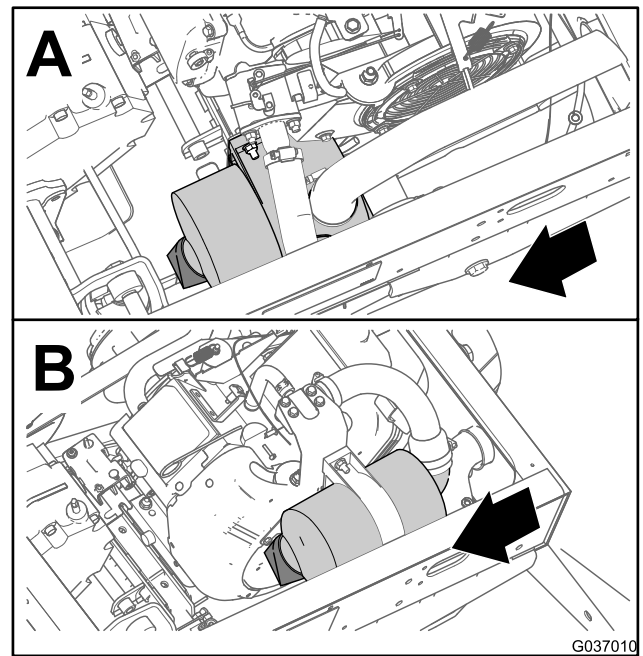
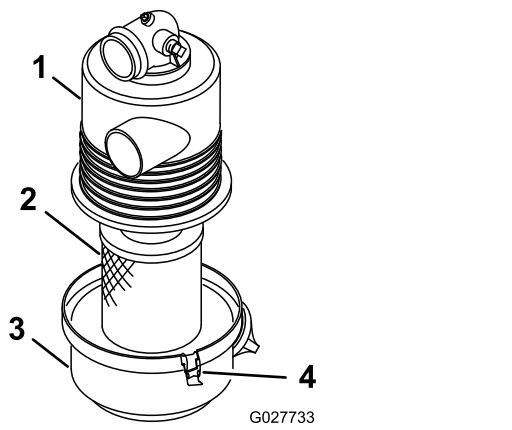

図 30
図 31
- エアクリーナ本体にリーク原因となりそうな傷がないか点検する 図 30と 図 31。
3. エアフィルタのカバーをエアフィルタのハウジングに固定しているラッチを外す 図 31。
4. ボディーからカバーを外し、カバーの内部を清掃する 図 31。
- エアフィルタのハウジングにエレメントを取り付ける (図 31)。
- エアフィルタのカバーとハウジングを合わせる 図 31。
- カバーをハウジングにラッチで固定する(図 31)。